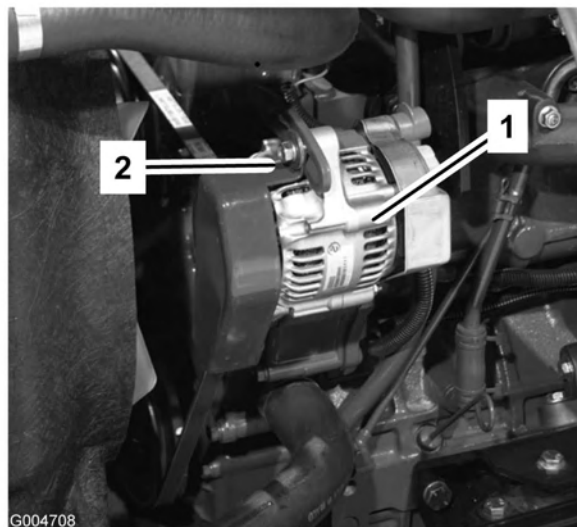

Figure 62
Vérifiez l'état et la tension des courroies (Figure 62) toutes les 100 heures de fonctionnement.
2. Si ce n'est pas le cas, desserrez les boulons de fixation de l'alternateur (Figure 62). Augmentez ou diminuez la tension de la courroie et resserrez les boulons. Contrôlez de nouveau la flèche de la courroie pour vérifier si la tension est correcte.